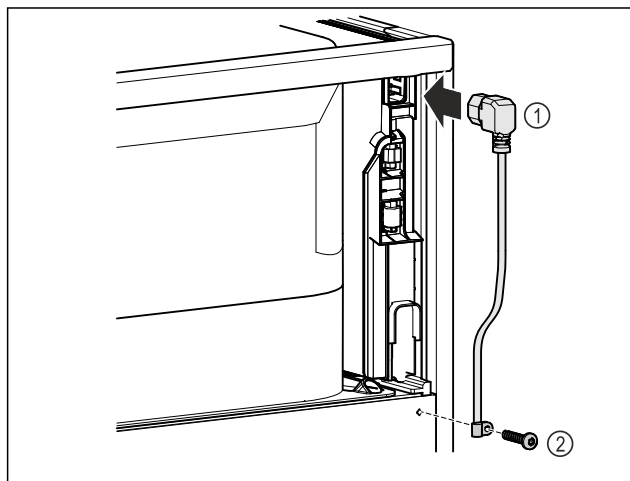

Fig. 9
- Zapojte zásuvku chladicího zařízení přívodního síťového kabelu Fig. 9 (1) na zadní straně přístroje.
- Namontujte odlehčení tahu. Fig. 9 (2)